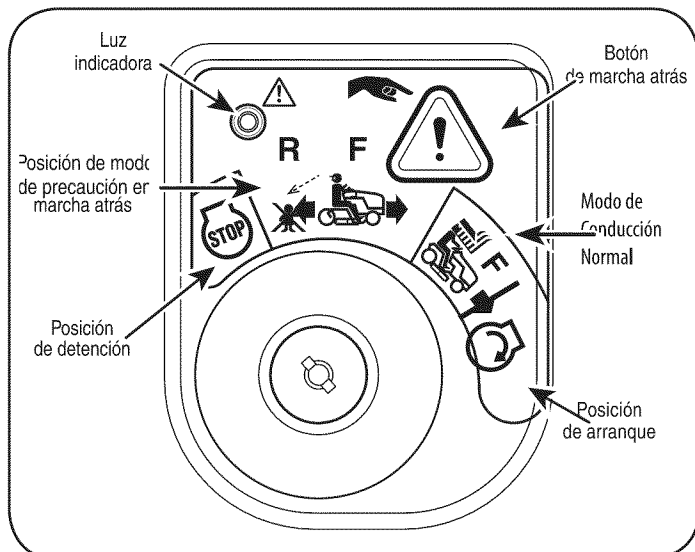

Figura 9
2. Gire la llave de la siega NORMAL (verde) la posición en el modo de PRECAUCIÓN INVERSOR (Amarillo) la posición del módulo de interruptor de llave. Ver Figura 9.
3. Presione el botón PUSH INVERSOR (Orange, botón triangular) en la esquina superior derecha de la tecla de módulo de conmutación. La luz indicadora de color rojo en la parte superior izquierda del módulo de conmutación clave será ON mientras activado. Ver Figura 9.